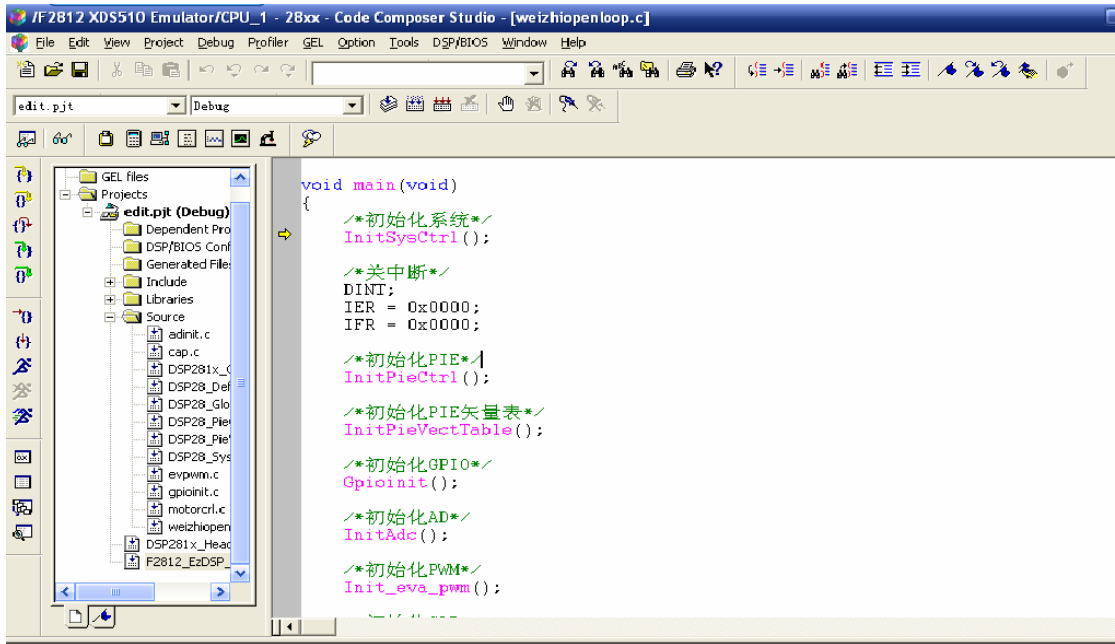

图 6-1
- 在 CCS 中用 Debug→Go Main 命令执行到 C 的 main()函数处，如图 6-1；